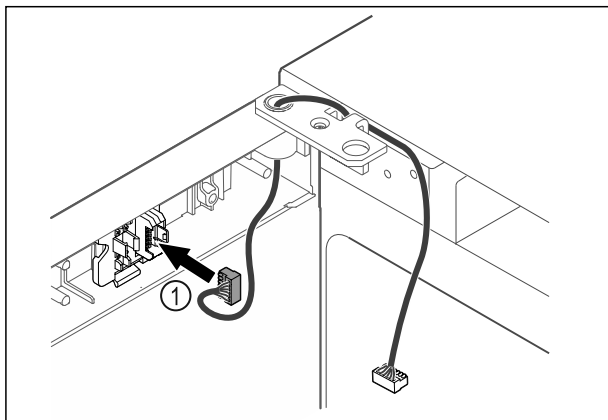

Fig. 43
- ▶ Dugja be a dugót Fig. 43 (1) a dugófoglatba.